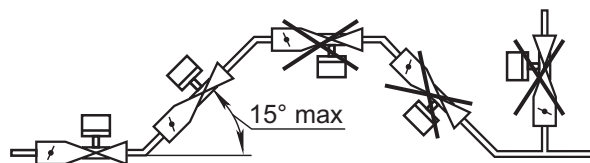

Рис. 2
4.2.5 Произведите монтаж клапана на трубопровод, в соответствии с рекомендацией по расположению клапана на трубопроводе (рис. 2). Отклонение катушки от вертикального положения допускается не более 15°.